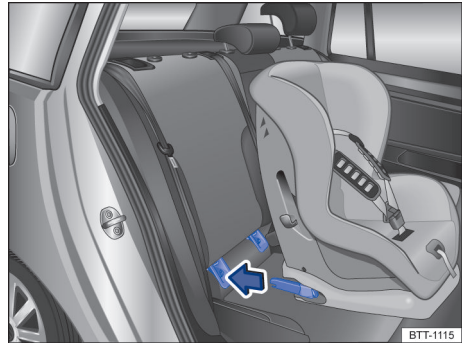

Fig. 50 Representación gráfica: montar asiento para niños con ISOFIX con los brazos de apoyo.
2. Colocar los brazos de apoyo del asiento para niños en los anclajes ISOFIX → fig. 50, en el sentido de la flecha. El asiento para niños debe engancharse de modo seguro y audible.